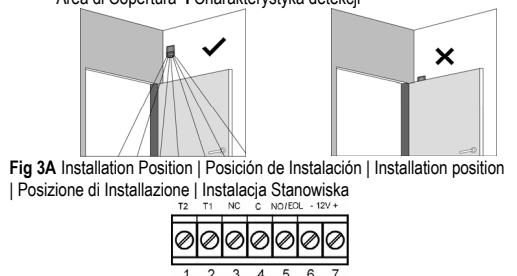

Fig 3A Installation Position | Posición de Instalación | Installation position | Posizione di Installazione | Instalacija Stanowiska
5. Mount the detector base to the wall or corner. (Fig. 3A)
5. Montar la base del detector en la pared o en la esquina. (Fig. 3A)